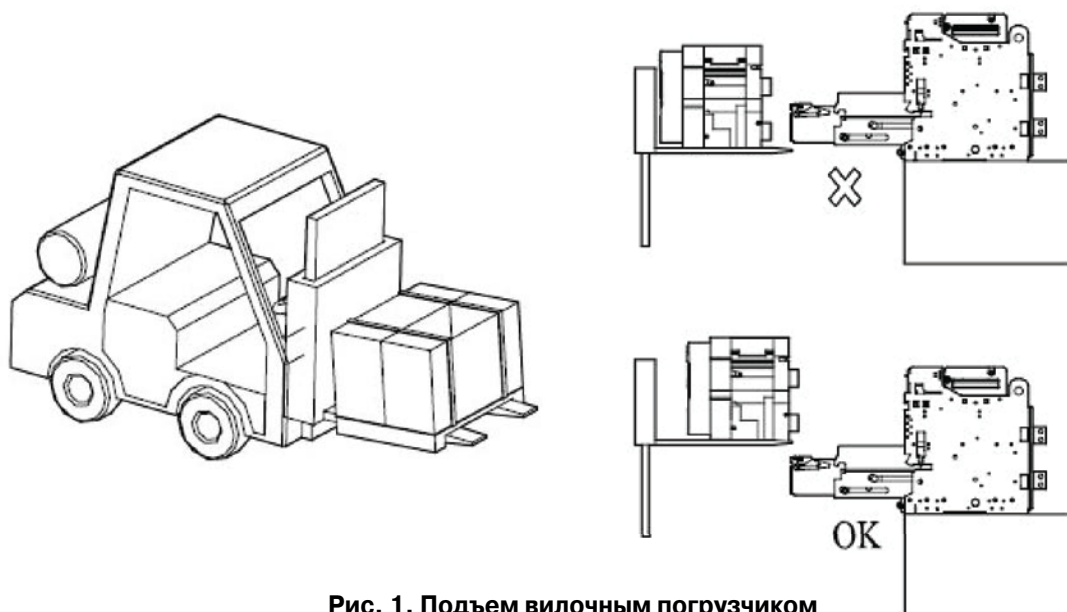

Рис. 1. Подъем вилочным погрузчиком
- Выключатель и корзина легко поднимаются таями, лебедками и кранами. Подъемные скобы (опция) облегчают перемещение аппарата грузоподъемными машинами. Грузоподъемные машины и принадлежности должны быть рассчитаны на вес, указанный в таблице 1. При подъеме вилочным погрузчиком руководствуйтесь рис. 1.
- При перемещении аппарата вилочным погрузчиком размещайте его на вилах, как показано на рис. 1.